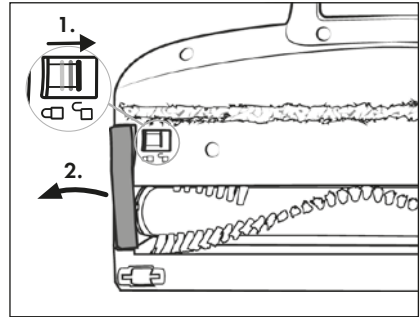

Fig. 24
- 2) Para desencastrar el rodillo de cepillos 20, desplace el desencastre del rodillo de cepillos 18 con el dedo hacia el símbolo  (abrir). Tras esto, retire el soporte del rodillo de cepillos 19 del cepillo para suelos 21 (consulte la fig. 24).